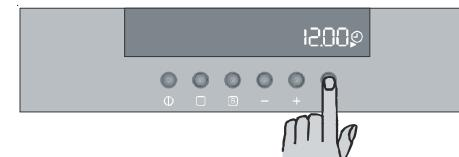

Рис. 1
- Нажмите клавишу и, пока мигает символ (рис. 1), с помощью клавиш «-» или «+» (рис. 2) установите текущее время суток. Через 5 секунд после того, как на дисплее появится текущее время суток (рис. 3), символ времени погаснет.